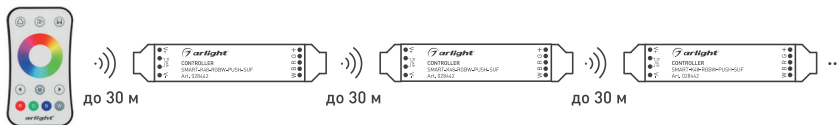

Рисунок 2. Ретрансляция сигнала от пульта ДУ (до 30 м на открытом пространстве)
- 3.8. Все контроллеры автоматически ретранслируют сигнал от пульта ДУ или панели управления (рисунок 2). Расстояние между устройствами на открытом пространстве может достигать 30 м.